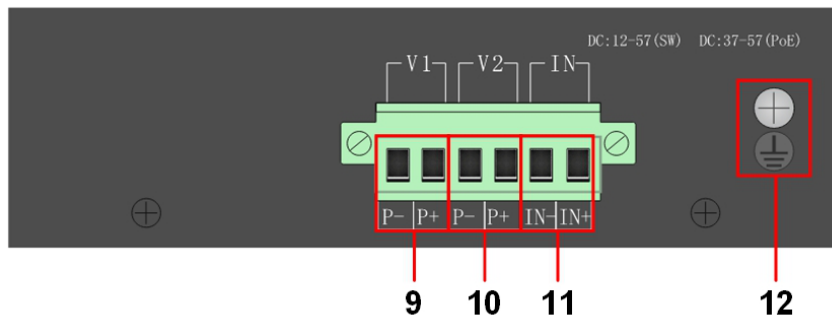

Рис. 3 Разъемы на боковой панели
2. Соедините один или два блока питания с клемной колодкой, соблюдая полярность (Рис.3). Для подключения коммутатора в режим e источника PoE, допустимо использовать блоки питания с выходным напряжением DC37-57V (*Для стабильной работы подключенного PoE оборудования на длинных линиях, рекомендуется использовать БП с выходным напряжением не менее 48VDC*). *Для стабильной и долгосрочной работы блока питания, мощность БП рекомендуется выбирать на 20% больше, чем максимальная потребляемая мощность коммутатора*, таким образом снижается нагрузка на компоненты БП.